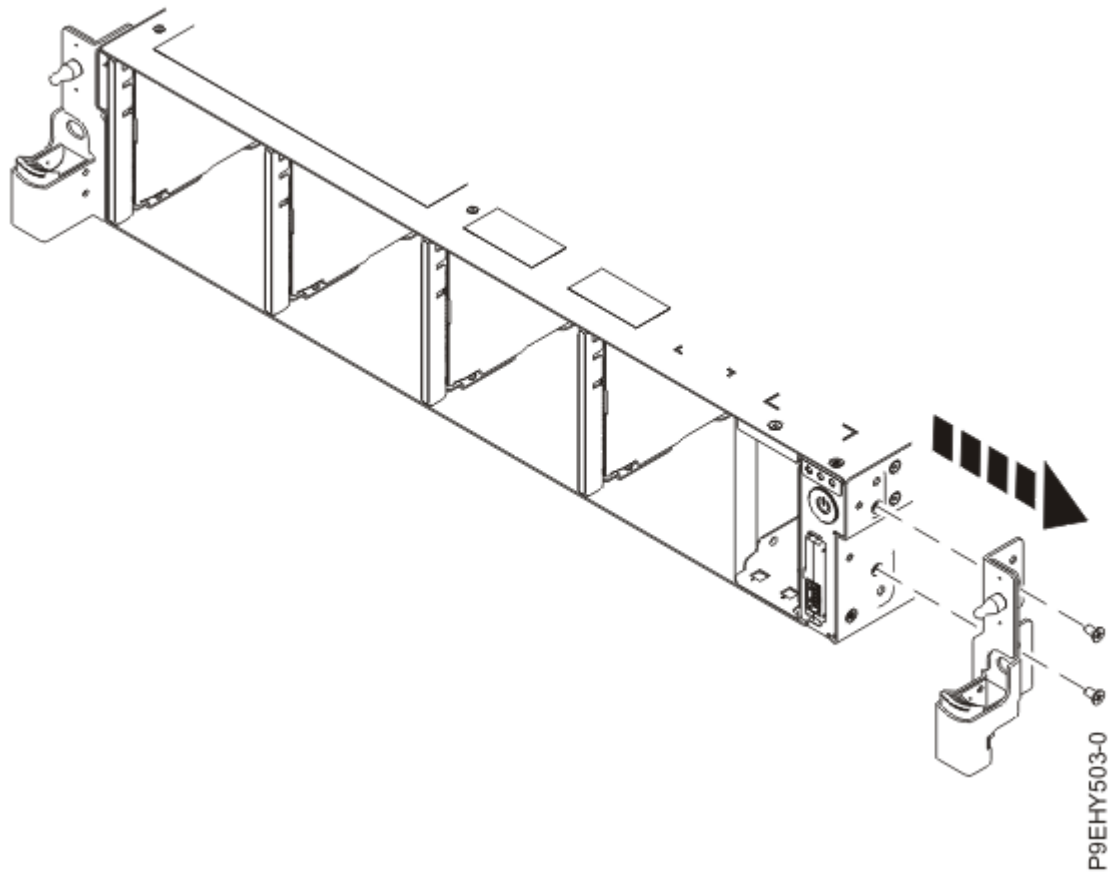

Figura 169. Extracción del soporte de instalación del bastidor
6. Extraiga el soporte de instalación del bastidor de la parte lateral del sistema, como se muestra en la Figura 169 en la página 188.